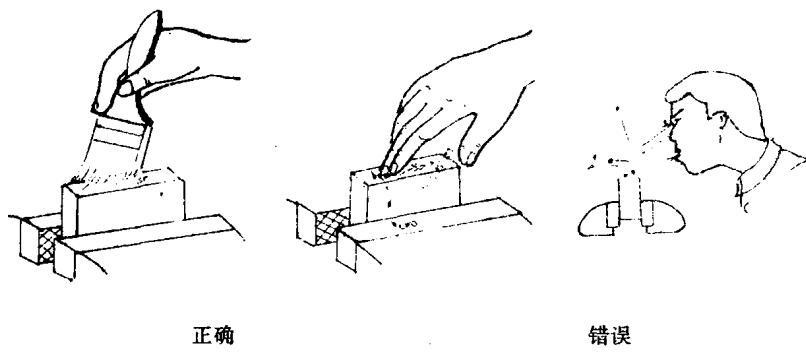

图 1—15
- 清除铁屑必须用毛刷,不允许用手清除,更不允许用嘴吹(图 1—16)。